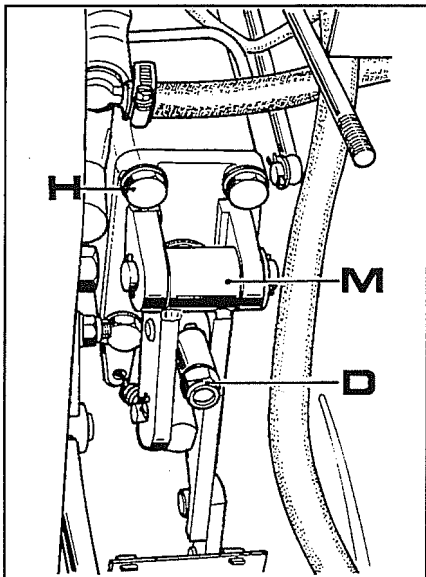

Fig. 10
- 2 Retirar a porca **D** fig.10, retirar o retorno **M** desatarraxando os parafusos **H**.